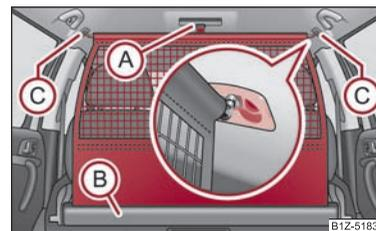

Fig. 77 Sortir le filet de séparation pour bagages
- Sortez le filet de séparation pour bagages du boîtier (B) en le tirant au niveau de la bride (A) ⇒ fig. 77.
- Mettez la tige transversale dans l'appui (C) d'abord sur un côté et poussez-la vers l'avant.
- De la même manière, fixez la tige transversale de l'autre côté du véhicule, appui (C).
- Tirez la tige transversale un peu vers l'arrière d'abord sur un côté puis sur l'autre et enlever la tige transversale des supports (C) ⇒ fig. 77. ▶
- **Maintenez** la tige transversale de sorte que le filet de séparation pour bagages s'enroule lentement dans le boîtier (B) sans s'abîmer.